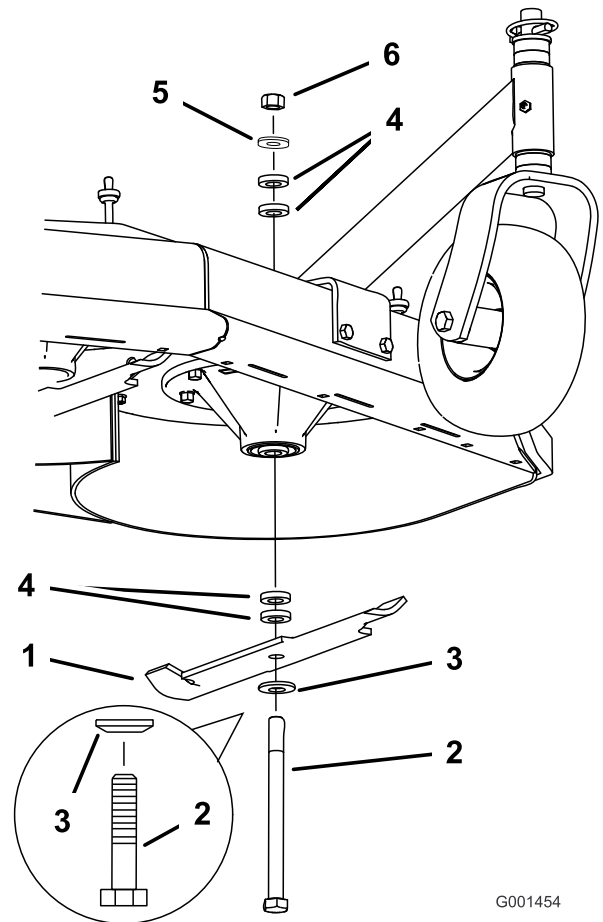

Figura 50
2. Retire la tuerca, el perno de la cuchilla, la arandela curva, la cuchilla, los espaciadores, y la arandela fina del eje (Figura 50).
1. Coloque la cuchilla sobre el perno y por encima de la arandela curva. Seleccione el número correcto de espaciadores para la altura de corte deseada, y deslice el perno dentro del eje (Figura 50).